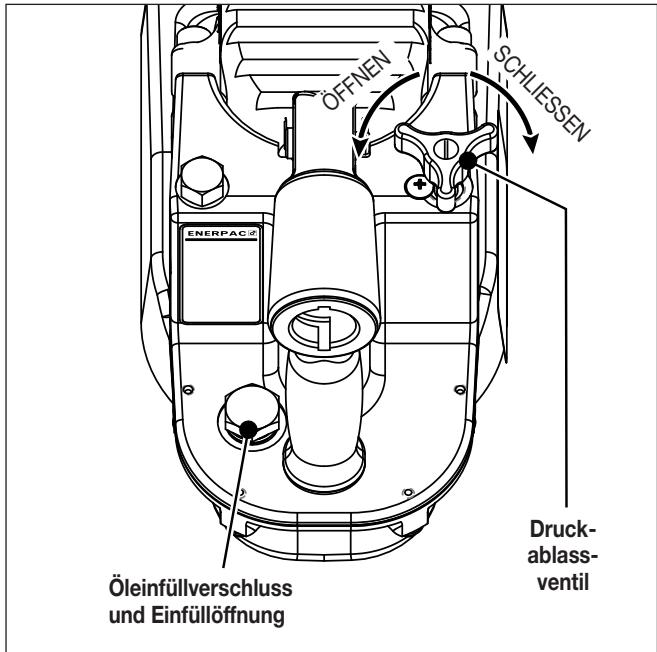

Abbildung 4, Ölfüllverschluss und Druckablassventil (Modell TJ105LS abgebildet, TJ109LS ähnlich)
2. Schließen Sie das Druckablassventil, indem Sie es im Uhrzeigersinn drehen, bis es handfest ist. NICHT ZU FEST ANZIEHEN! Siehe Abbildung 4 zur Lage.
3. Entfernen Sie im Bereich um den Ölfüllverschluss jeglichen Schmutz oder Staub. Schrauben Sie den Ölfüllverschluss ab und entfernen Sie ihn. Siehe Abbildung 4 zur Lage.
3. Entfernen Sie den Öleinfüllverschluss. Siehe Abbildung 4 zur Lage.